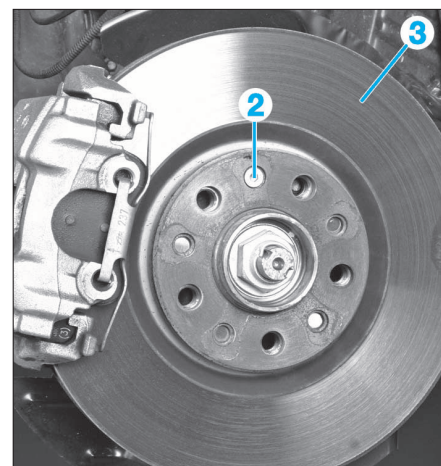

FIG. 8
- Déposer la fixation (2) du disque de frein (3) (Fig.8).